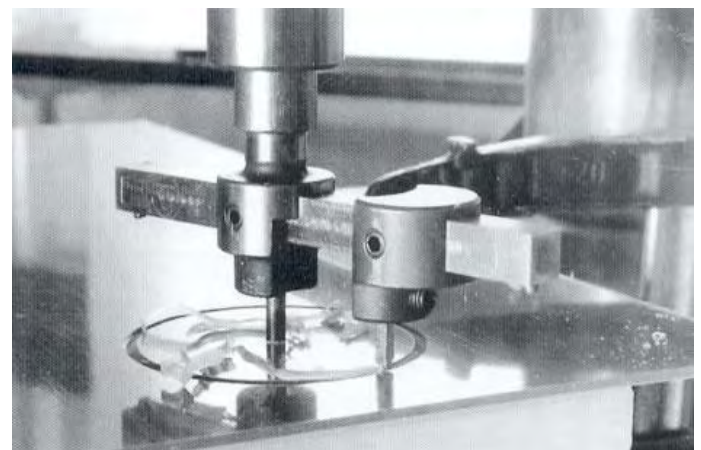

Рисунок 16 – Резчик отверстий
- Резчик отверстий (Рисунок 16),
- Пила для отверстий (Рисунок 16),